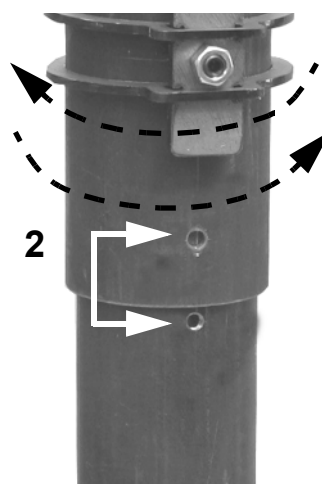

Fig. 9
- 4 Extraer los 4 tornillos que fijan la tobera al botón (Fig. 9).
- 2 Bajar la parte final de la cabeza de combustión, moviendo la con una ligera rotación alternada hasta que los agujeros indicados coincidan (Fig. 9) y fijar el tornillo indicado en Fig. 10.